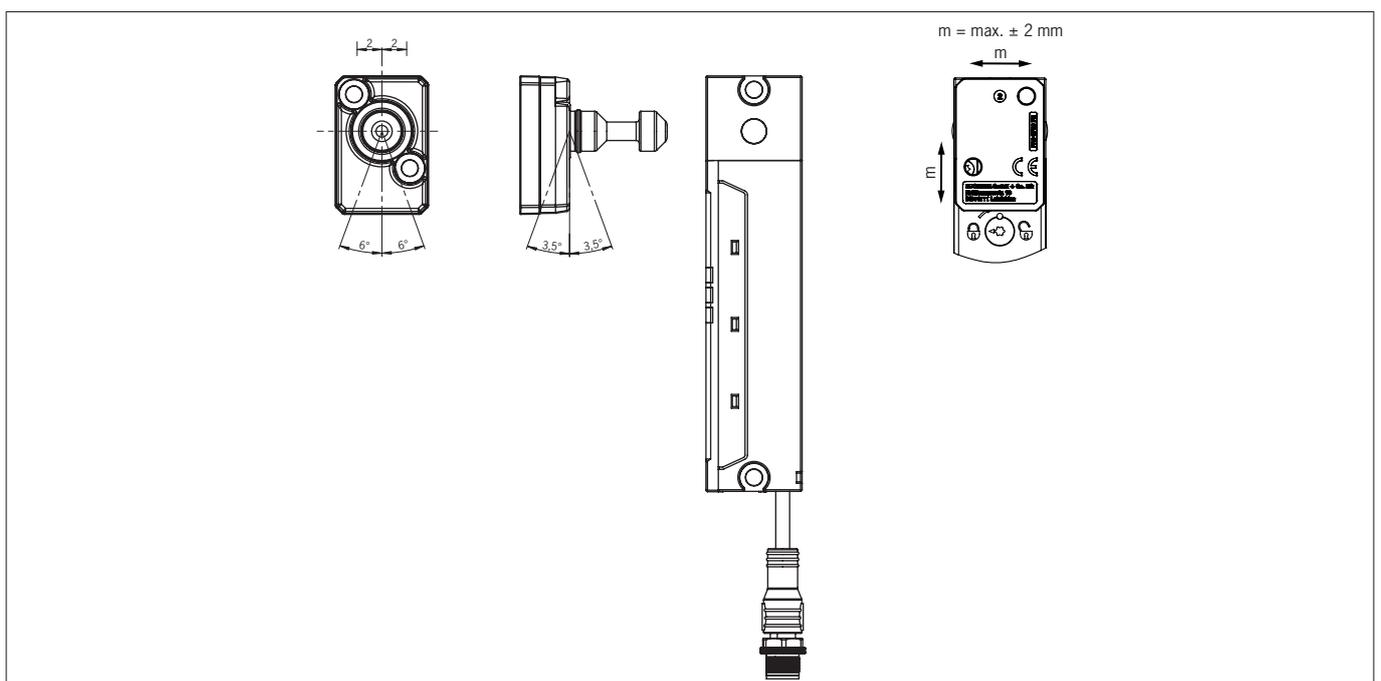

Bild 4: Maximale Betätigerauslenkung und maximaler Mittenversatz
- › Beachten Sie die zulässigen Neigungswinkel zwischen Schalter und Betätiger (siehe *Bild 4*).